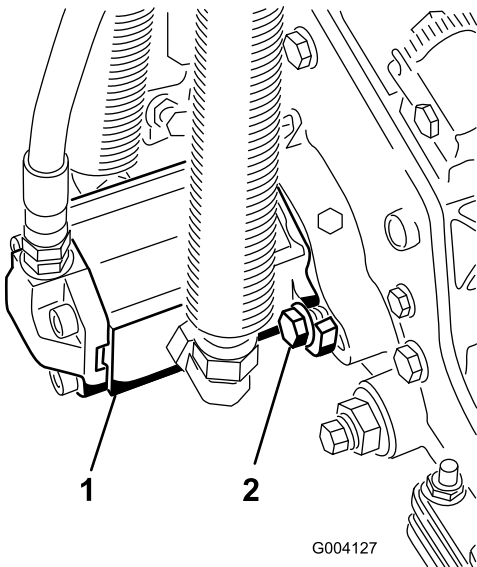

Figura 12
15. Instale o motor rodando-o no sentido dos ponteiros do relógio de forma a que as flanges do motor se afastem dos parafusos (Figura 12). Rode o motor no sentido contrário aos ponteiros do relógio até que as flanges envolvam os parafusos e apertem os parafusos.